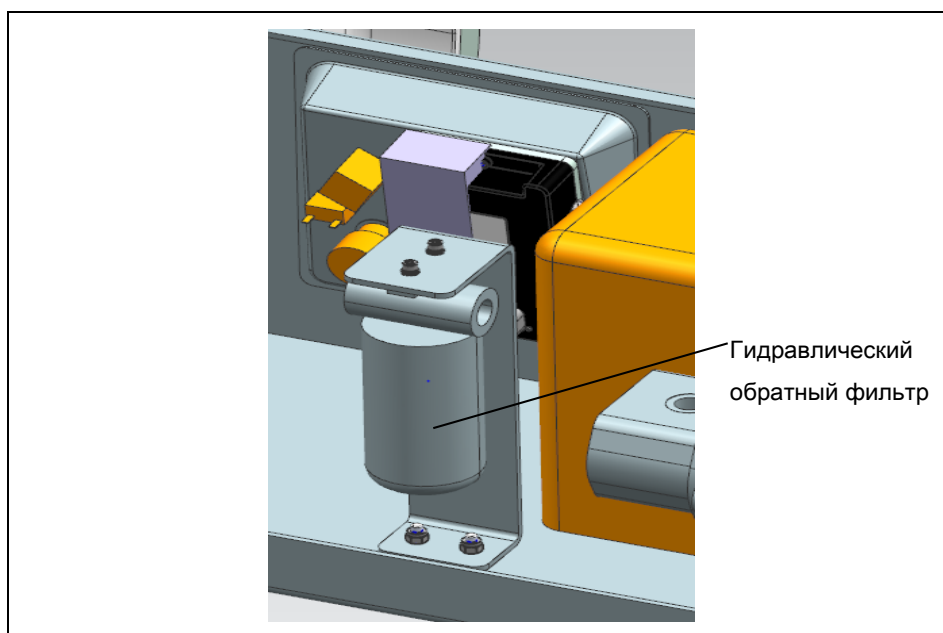

Рис. 4-1 Схема положения фильтра
- b) Снять оставшуюся половину фильтра с помощью инструмента (как показано на рис. 4-1);